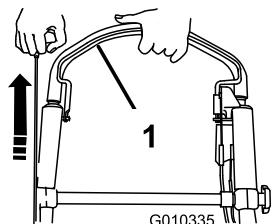

Figure 21
3. Maintenez la barre de commande de la lame contre le guidon et tirez sur la poignée du lanceur (Figure 21).